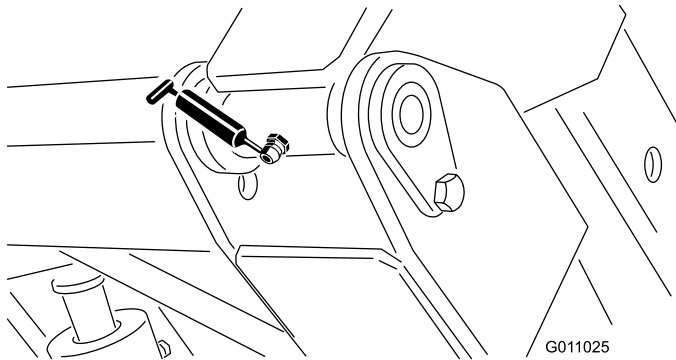

Bild 32
- Füllkastengelenk (oben) (2) (Bild 32)